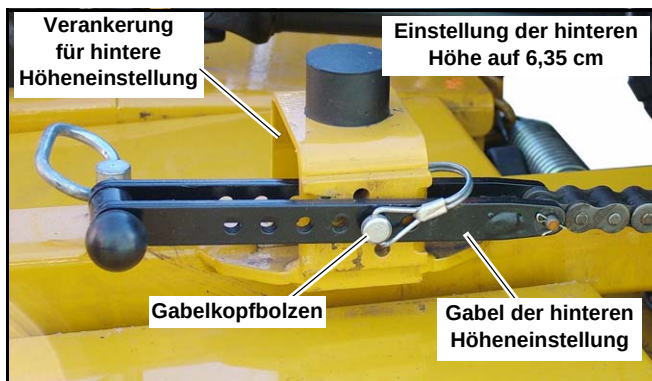
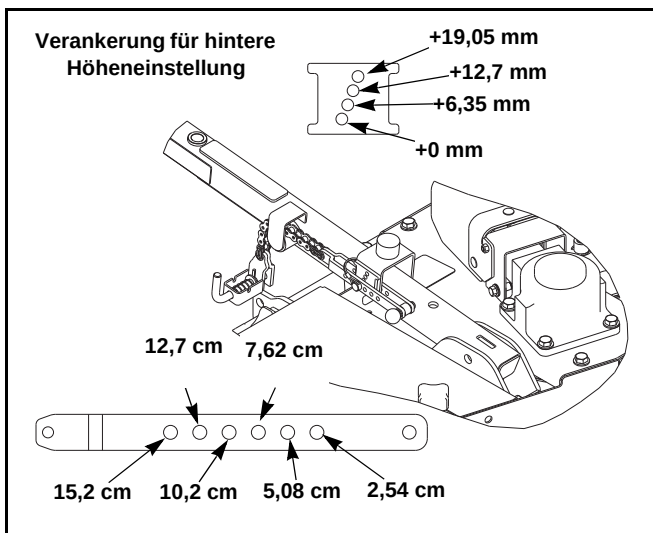

Abb. 3-20
Abb. 3-24
Senken Sie die Rückseite des Mähdecks um 6,35 mm ab, indem Sie den Stift der hinteren Höheneinstellung um ein Loch versetzen. Abb. 3-20 und Abb. 3-24
2. Entfernen Sie den Gabelkopfbolzen aus der Gabel der hinteren Höheneinstellung. Stecken Sie den Gabelkopfbolzen durch die Gabel und durch die gewünschte Aussparung in der Verankerung für die hinteren Höheneinstellung und sichern sie ihn. Abb. 3-20 & Abb. 3-24